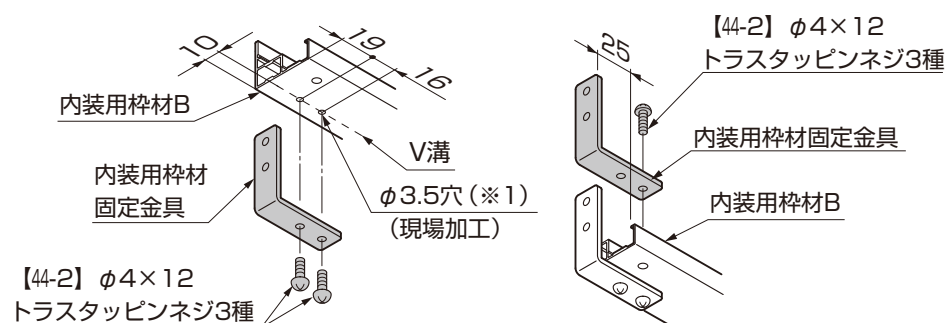

図4-2 内装用枠材固定金具の取付け
- 内装用枠材Bの上から取付ける内装用枠材固定金具は内装用枠材Bより25mm出して取付けてください。内装用枠材Bの下から取付ける内装用枠材固定金具はφ3.5の穴(※1)を現場加工して取付けてください。(図4-2参照)
- ④ 棚受け金具を内装用枠材Bに裏側から【44-2】で取付けてください。